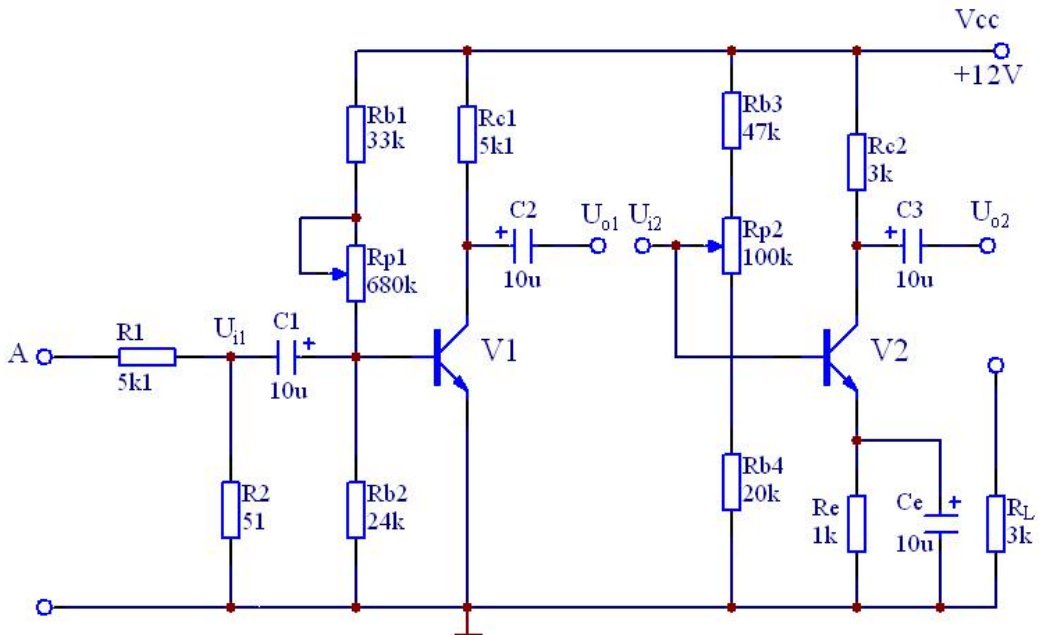

图 2.1 两级交流放大电路
2. 分析图 2.1 两级交流放大电路。初步估计测试内容的变化范围。
实验电路见图 2.1